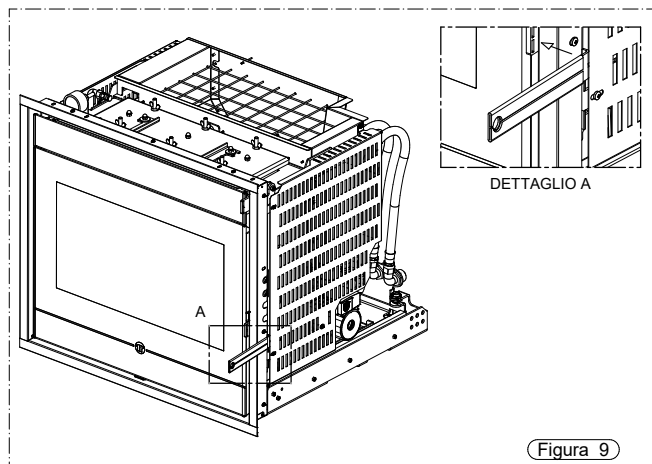
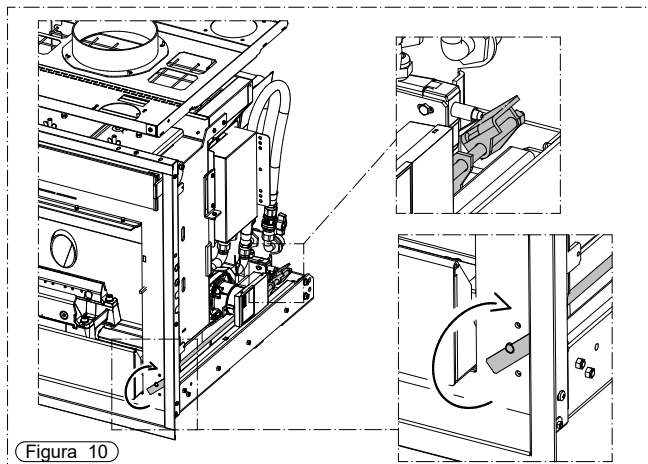

Figura 9
Figura 10
- Aprire la porta con l'apposita maniglia (Figura 9) e ruotare di 90 gradi in senso orario il blocco anti estrazione (Figura 10).